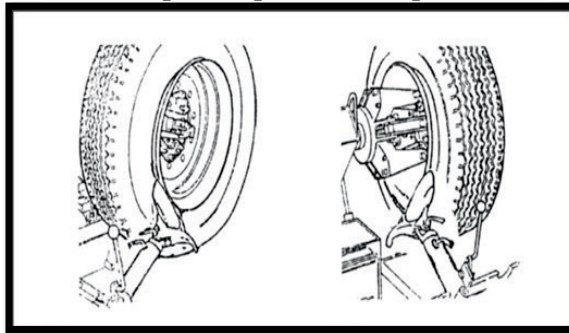

Рис. 10-1
3. Используя джойстик (5) установите диск отрыва борта (12) у края диска колеса (рис. 10-1).
4. Приведите колесо во вращение и переместите отрывной диск (12) вперед.
6. Отведите отрывной диск (12) от борта шины, разблокируйте рычаг (10), переведите консоль в исходное положение, переведите отрывной диск (12) к внутреннему борту шины.
7. Повторите операцию еще раз для полного демонтажа шины с диска колеса (рис. 10-1).